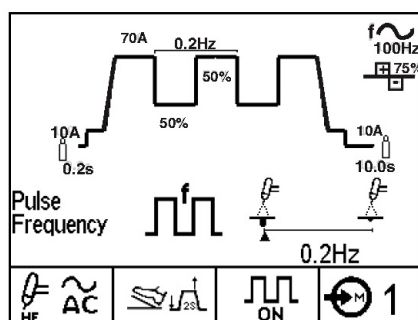

Figura B.4c
- TIG Pulsado (Ver Figura B.4c)
2. La **Sección Display Parámetro** muestra el parámetro seleccionado, su icono y el valor predeterminado. Para cambiar el valor, gire el botón pulsador/encode giratorio. Algunos parámetros como Frecuencia AC tienen un Icono Realzado que muestra el efecto de la variación del parámetro en el arco y/o perfil del cordón de soldadura. Cuando estos parámetros están ajustados, se moverá un indicador entre el icono mínimo y máximo para mostrar el efecto relativo de aquel parámetro. La Frecuencia del Pulso mostrada en la Figura B.4c es un ejemplo de la visión del icono realzado. Vea la Tabla B.1 para una lista de Iconos Realzados.